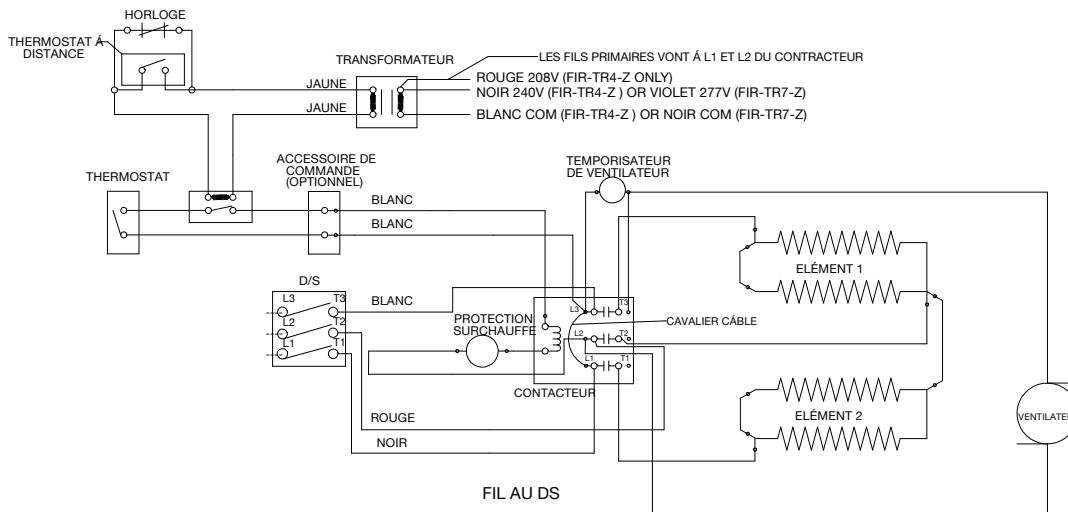

Figure 9
3. Pour un fonctionnement avec arrêt de nuit, voir le schéma de câblage, figure 9.